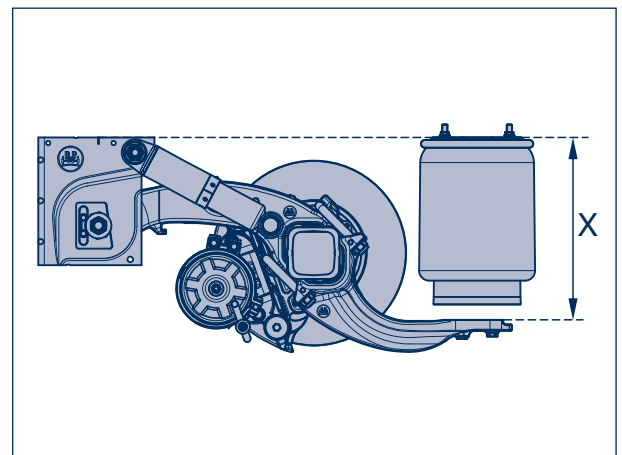

Figure 11
- [20] Mesurer l'entraxe X (figure 11). Ce dernier doit correspondre à la valeur notée lors de l'étape de travail [7]. Tolérance +/- 1 mm.